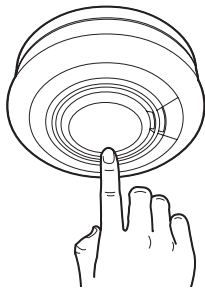

Abb. 11
7. Drücken Sie den Testknopf bei jedem Warnmelder, um sicherzustellen, dass das Gerät funktioniert (Abbildung 11).
- Halten Sie den Testknopf gedrückt, bis der Alarm ertönt und die rote LED blinkt (siehe Abb. 11 auf Seite 21). Um das Gehör zu schonen, schwillt die Alarmlautstärke langsam an. Der Warnmelder wird kurz nach dem Loslassen des Testknopfes verstummen.